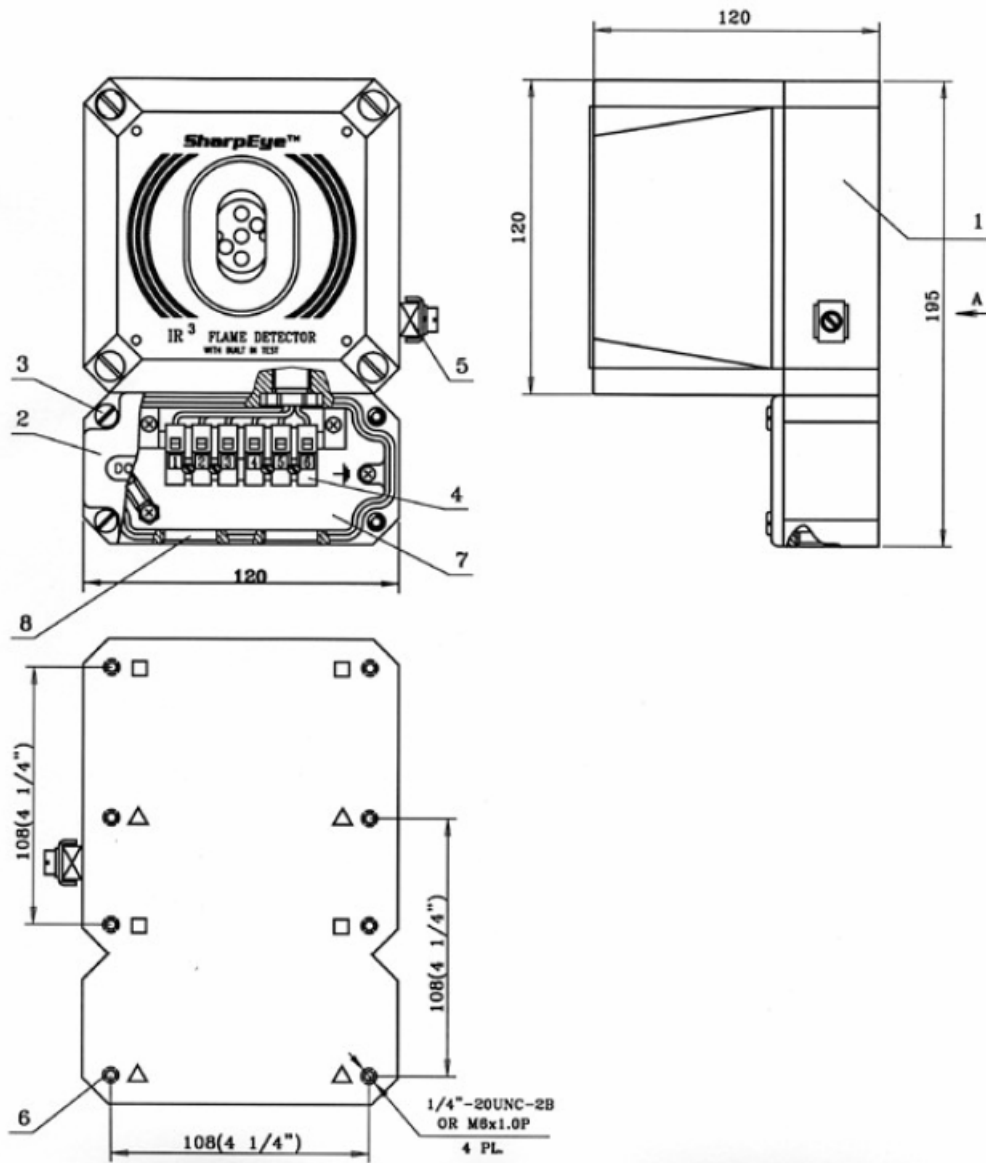

Figura 18. Montaje del detector de llama – Diagrama de cableado
La versión con aprobación EExde dispone de una caja de terminales EExe situada debajo del detector EExd que facilita el acceso a los terminales en zonas peligrosas (véase la figura 18). La unidad se ha conectado previamente a los terminales en la sección de terminales EExe y está preparada para realizar las conexiones del cableado de campo.
Véase la figura 18 (números de los elementos entre paréntesis).
El detector dispone de una cámara EExe con un bloque de terminales (4). El bloque de terminales está etiquetado del 1 al 6. (Véase la figura 18).